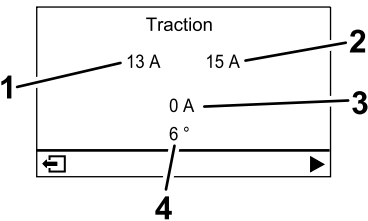

Figure 27
- **Écran du moteur de traction (Figure 27) :** indique l'angle de braquage et l'intensité attribués à chaque moteur de déplacement.